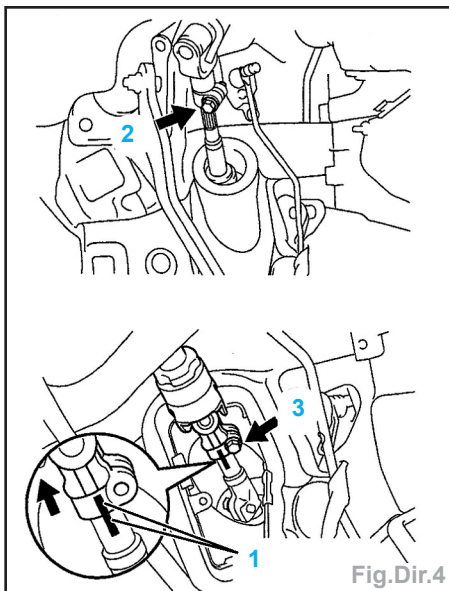

Fig.Dir.4
- Tracer des repères d'alignement (1) sur les 2 joints de cardan, puis desserrer la vis (2) et déposer la vis (3) (Fig.Dir.4).